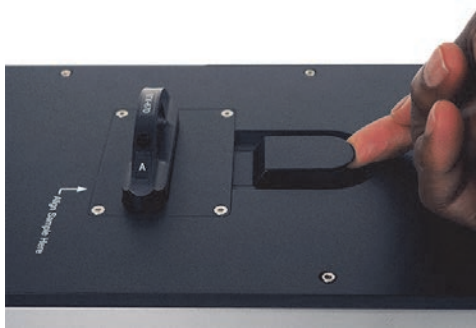

Рис. 3-9 Разблокировка держателя образца
1. Поднимите рычаг для разблокировки держателя образца (см. Рис. 3-9 на стр. 53).